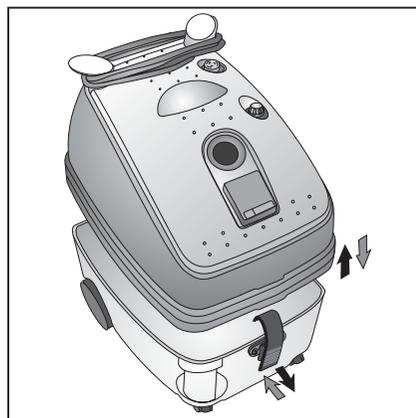

Fig. 3
- Remettre en place la partie supérieure de la machine sur le réservoir de récupération dans le sens indiqué (Fig. 3).
- Agrafes les crochets de fermeture (F) en vous assurant que les deux parties coïncident parfaitement.